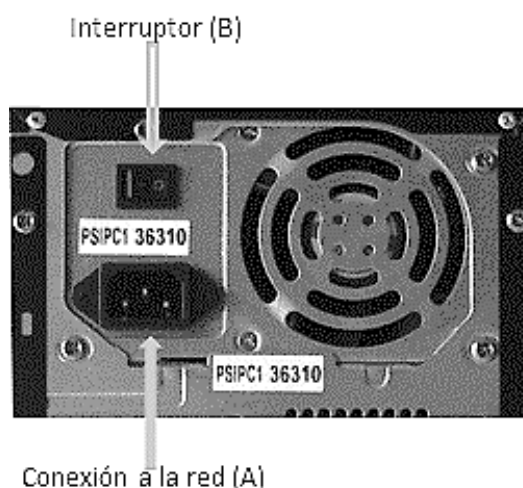

Figura 3.2.1 Fuentes de alimentación
El interruptor (B), en caso de poseerlo la fuente de alimentación, debe pulsarse para que pase la corriente de la red al ordenador (en la posición I). En caso contrario no se encenderá su ordenador. Véase la figura 3.2.1 donde viene detallado.